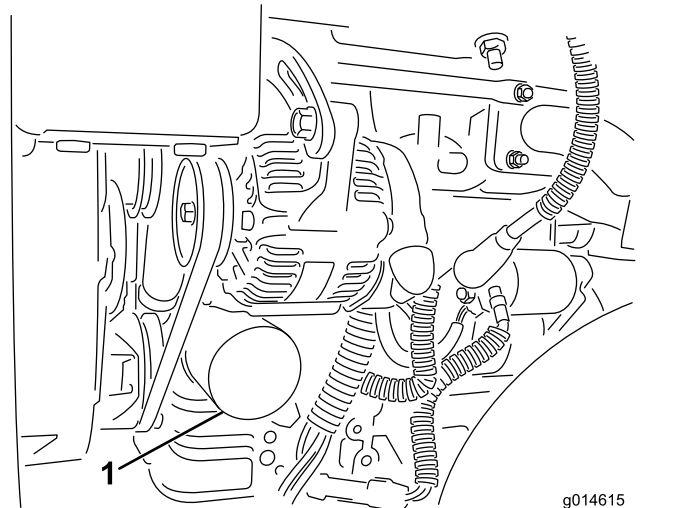

Bild 37
2. Entfernen Sie den Ölfilter (Bild 37). Ölen Sie die neue Dichtung am Ölfilter leicht mit frischem Öl ein.